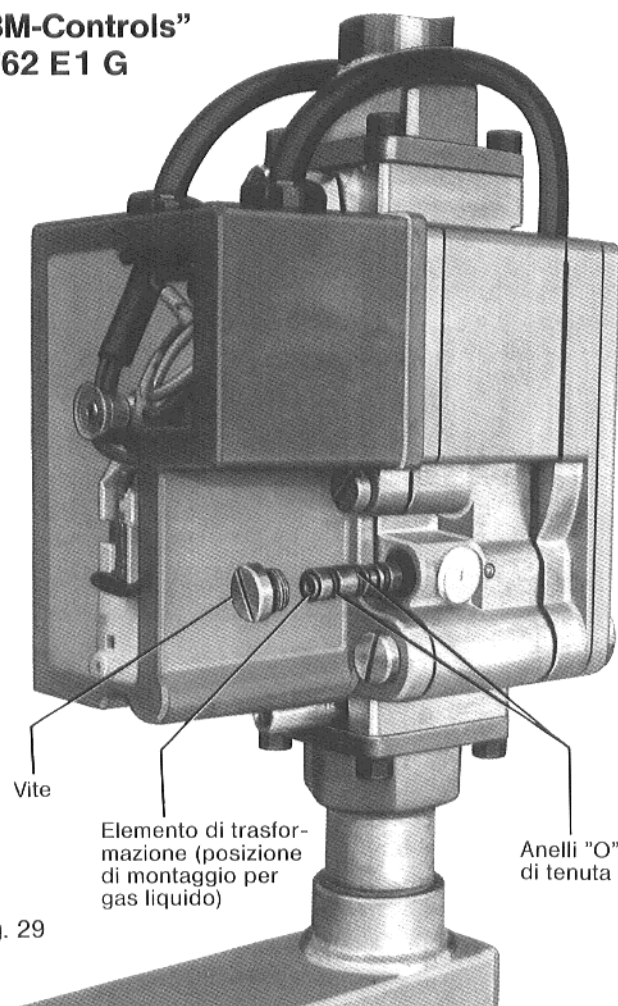

Fig. 29
(Fig. 29)
- Rimettere la vite di copertura (vedi Fig. 29).